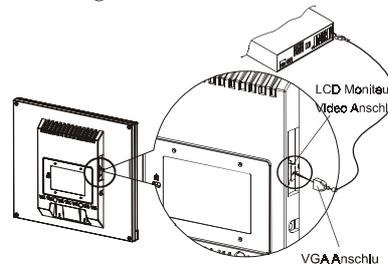

Abbildung 1-5
2. Schließen Sie ein Ende des Signalkabels an den VGA-Anschluss des Monitors an. (Siehe Abbildung 1-5)